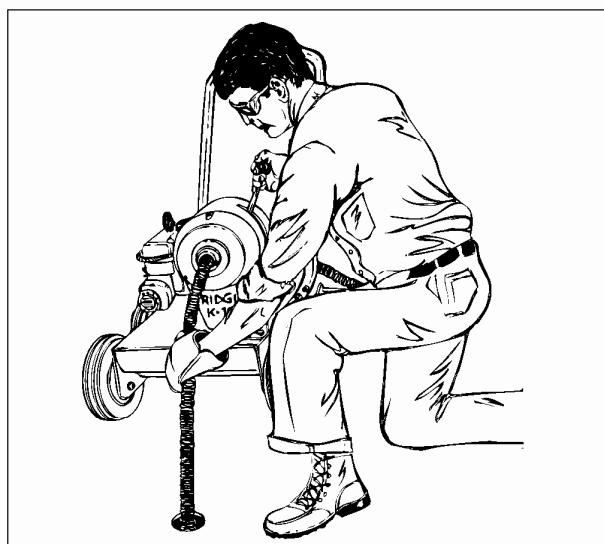

Figura 5 – Operação da Máquina para Limpeza de Tubos de Drenagem
2. Para ligar por meio do Sifão em "P" de 4", pressione o cabo manualmente até onde ele alcançar. (Figura 5)